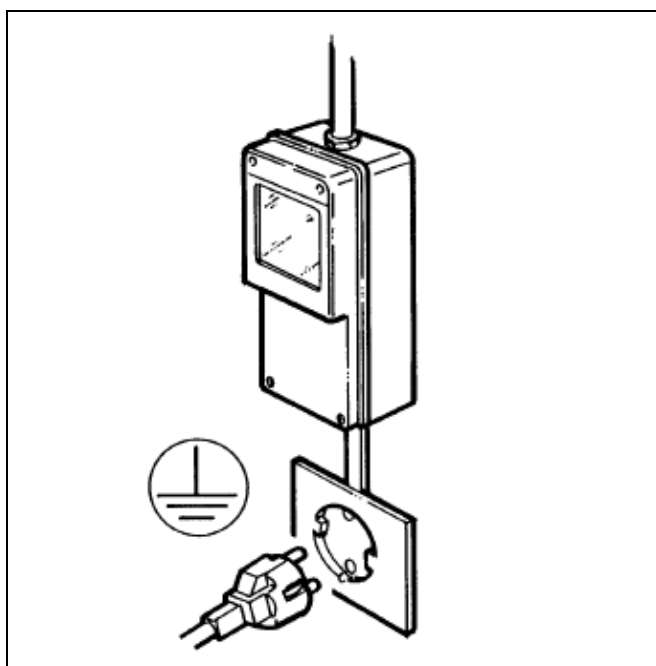

Fig. 28
- Accertarsi che il collegamento sia effettuato ad un impianto dotato di un efficace messa a terra come previsto dalle vigenti normative di sicurezza (fig.28). Il costruttore non può essere quindi considerato responsabile per eventuali danni causati dalla mancata messa a terra dell' impianto.
- E' indispensabile, per una corretta e sicura installazione, predisporre un'apposita presa comandata da un interruttore magnetotermico con distanza d'apertura dei contatti uguale o superiore a 3mm, conforme alle vigenti normative nazionali di sicurezza (fig.28).